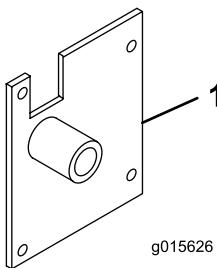

図 12
3. 左ホッパー取り付けブラケットをフレームに固定するボルト $5/16 \times 1-1/4$ インチ4本とロックナットを使用する図12。